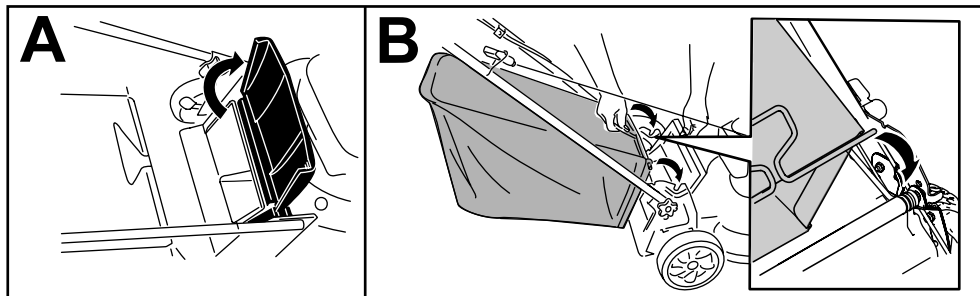

Figura 16
1. Levante y sujete el deflector trasero (Figura 16, A).
2. Instale la bolsa de recogida, asegurándose de que los pasadores de la bolsa descansan en las muescas del manillar (Figura 16, B).